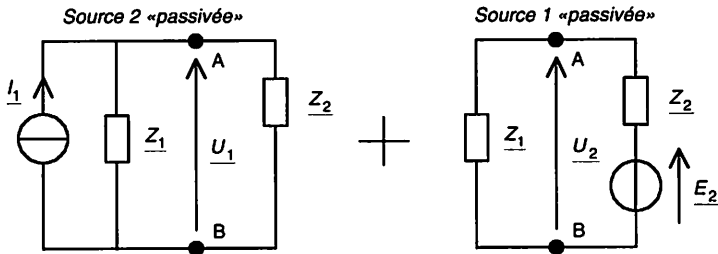

Figure 5.6 Circuit à deux sources – Superposition des états
- Source 2 « passivée » ou éteinte (Fig. 5.6). Les impédances  $\underline{Z}_1$  et  $\underline{Z}_2$  se retrouvant en parallèle, on a :
- Source 1 « passivée » ou éteinte (Fig. 5.6). Par application du diviseur de tension, on a :
- En superposant les deux états (Fig. 5.6), on obtient :